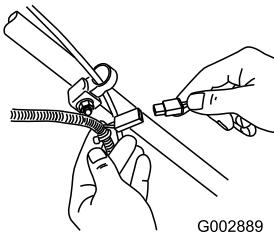

Figure 44
1. Branchez le chargeur au faisceau de câblage de la tondeuse situé sous la clé de contact (Figure 44).